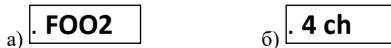

Рис.4 – Пример отображения а) версии микропрограммы б) количества цветовых каналов
- 6.3. **Начало работы.** При включении прибора на экране в течение нескольких секунд отображается версия микропрограммы, затем количество цветовых каналов (см. рис. 4), после чего светильник готов к работе и переходит к последнему активному состоянию. Смена режима работы осуществляется кнопкой «DMX/AUTO».